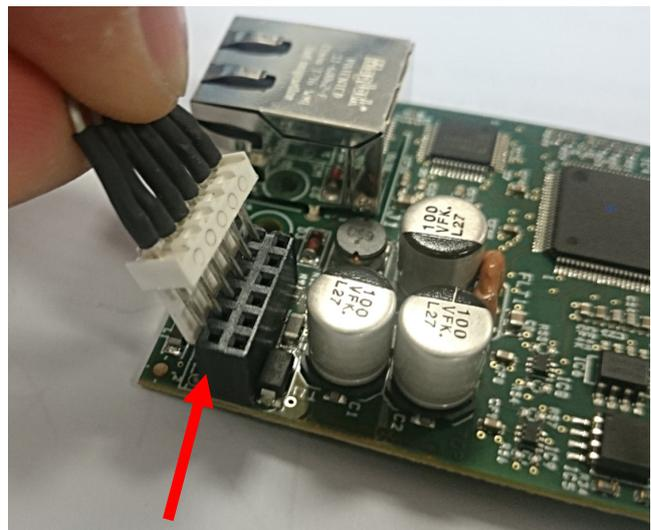

Figura 4
- **TIPO2:** il connettore è dotato di 2 file da 6 terminali ciascuno: utilizzare solo la fila a sinistra. (vedi figura 4)